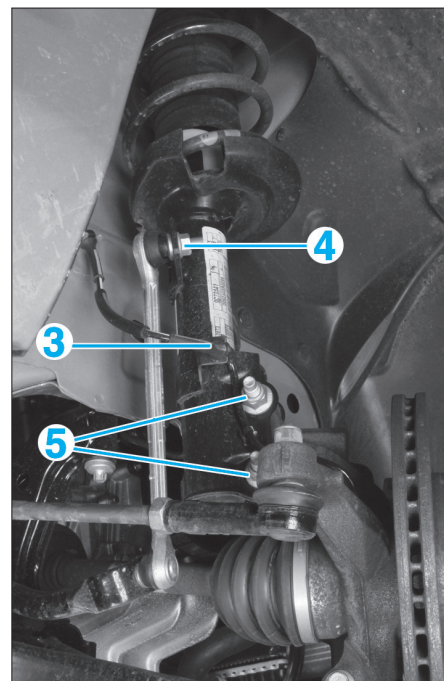

Fig. 3
- Dégager le faisceau du capteur ABS (3) de l'amortisseur (Fig.3).
- Déposer l'écrou (4) de la biellette de barre stabilisatrice.
- Déposer les fixations inférieures (5) de l'élément de suspension.